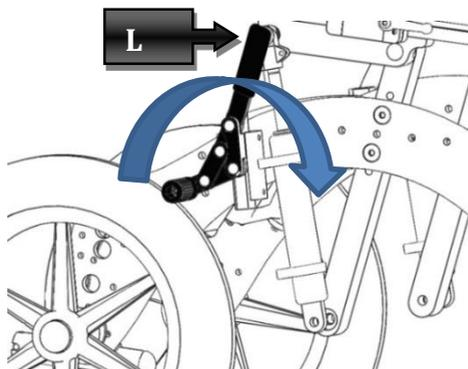

Figura 22
Para bloquear os travões utilize a alavanca (L) mostrada na Figura 22. Desta forma, a cadeira de rodas é bloqueada contra qualquer movimento não intencional. Repita a operação para ambas as rodas traseiras.